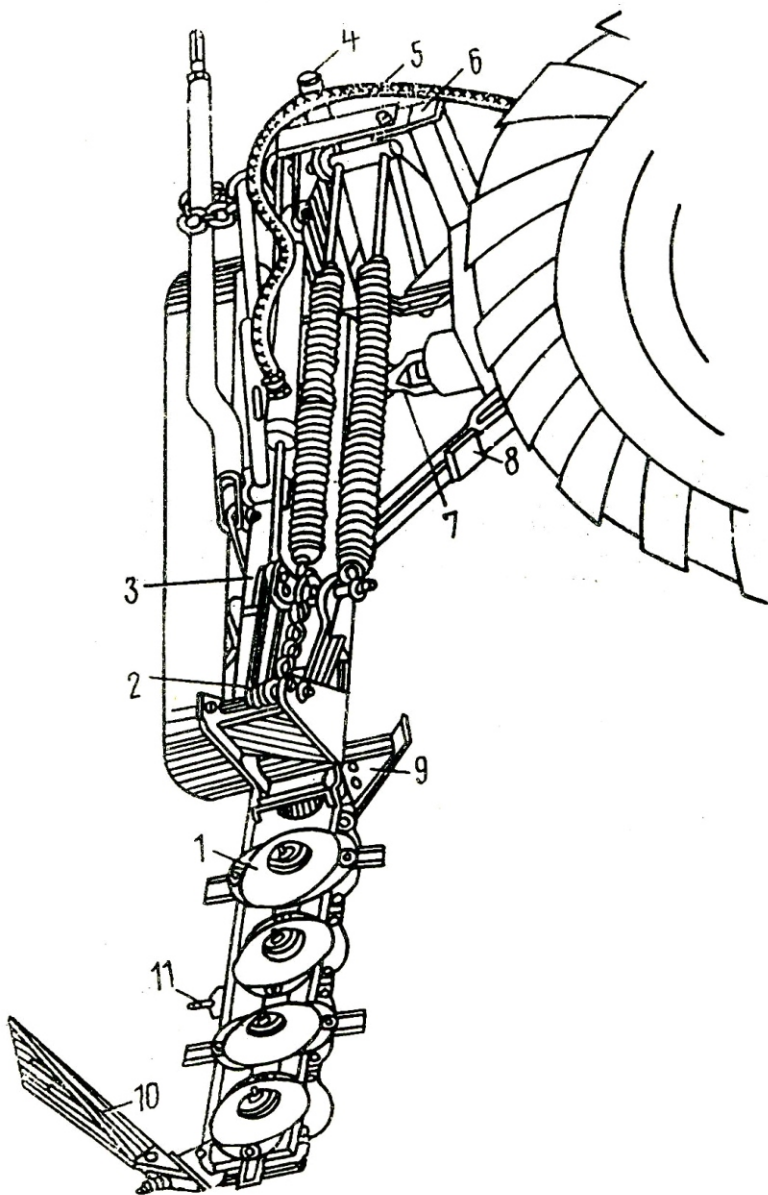

Рис.1 Общий вид косилки
3.1. Косилка ротационная (рис.1 и 2) состоит из: